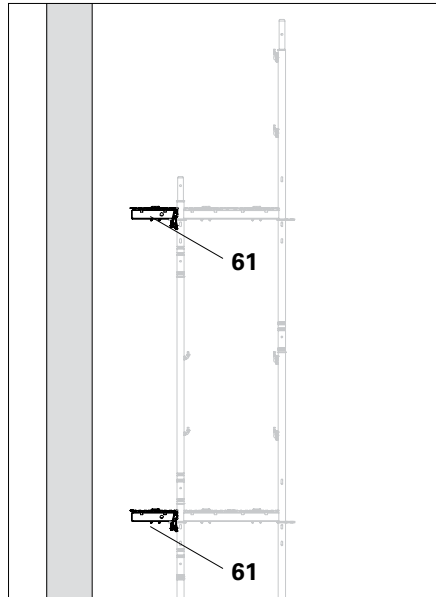

Abb. D1.02
1. An Mittelrahmen Auflage UC 33 (61) montieren. (Abb. D1.02)